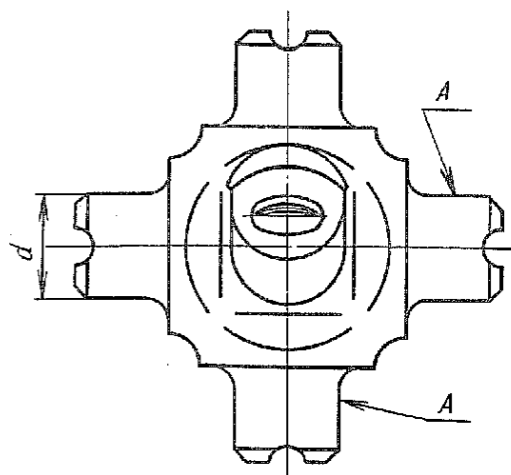

Рис. 195. Крестовина карданного вала рулевого управления
2.3. Крестовина карданного вала рулевого управления (рис. 195)